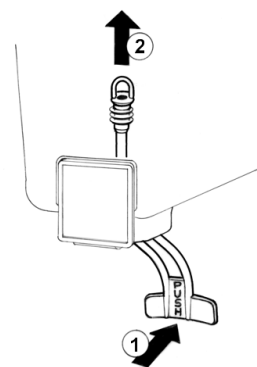

figura 4
- 5 **Rubinetto a gommino**: premere (1) la leva comando rubinetto e sfilare (2) il gommino dal foro d'uscita del contenitore (vedere figura 4).